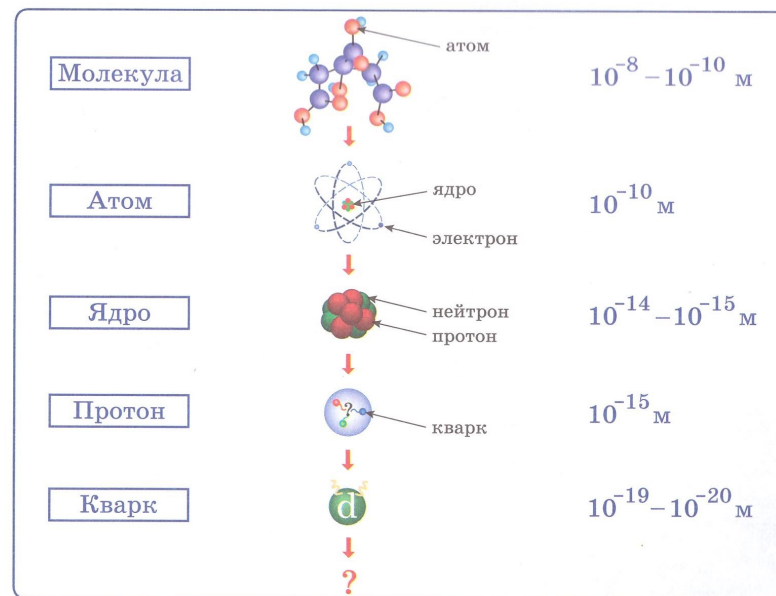

Рис. 1. Уровни строения вещества
Изменения в ядре атомов — ядерные реакции — изучает ядерная физика. Современные направления её развития помогают раскрыть сложную природу, казалось бы, элементарных частиц — нуклонов (от греч. *nucleus* — ядро), т. е. протонов и нейтронов. Оказывается, они построены из ещё более мелких частиц — кварков (рис. 1).
8. Рассмотрите рисунок 1 «Уровни строения вещества». Подготовьте небольшие сообщения о каждом из уровней, используя возможности Интернета.